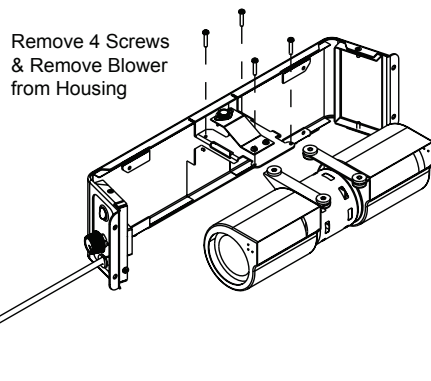

Figure 26.2
3. Enlevez les 4 vis à l'aide d'un tournevis à tête cruciforme (**Figure 26.2**).